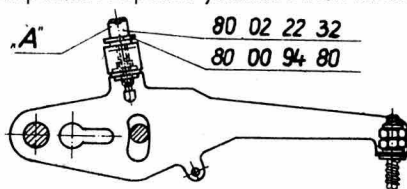

рис. 10
- Длины стежков частей петля устанавливаются на юстировочном пункте «А» (рис. 10).